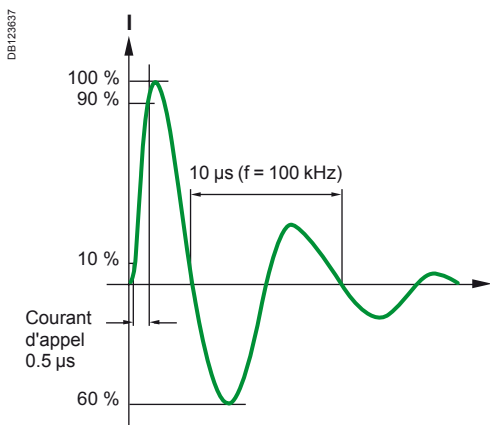

Fig. 1 : onde de courant normalisée 0,5 μ s/100 kHz
- La mise sous tension de condensateurs crée un courant d'appel transitoire similaire à celui de la Fig. 1.